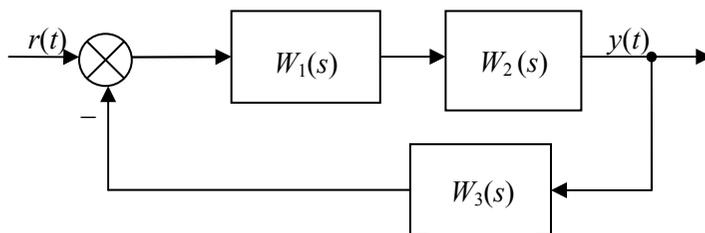

Рис. 5.3.1
**Пример 8.** Требуется определить граничное значение общего коэффициента передачи САУ, структурная схема которой приведена на рис. 5.3.1.